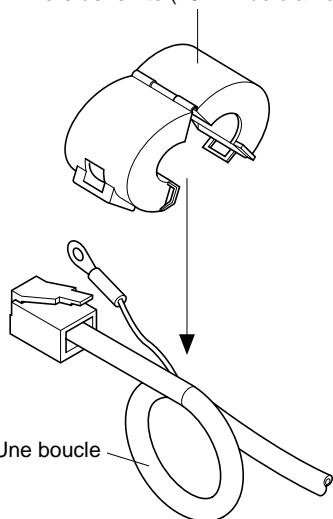

Figure 3-1
- Le tore de ferrite est normalement ouvert à la livraison, comme le montre la figure 3-1.